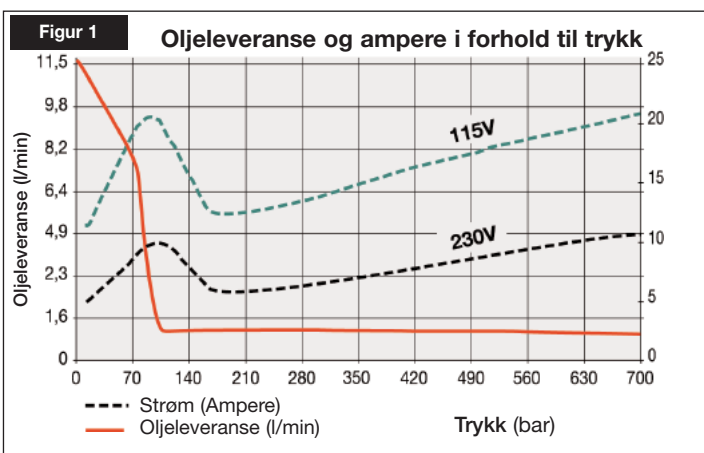

Figur 2, Installasjon av ZU4 Luftteplugg
4.1 Tankventilering (se figur 2).